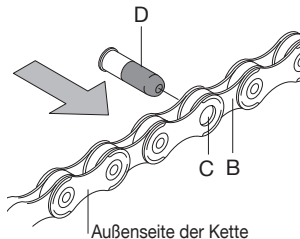
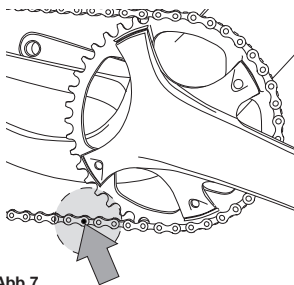

Abb.6
Abb.7
- Setzen Sie das innere Kettenglied (B - Abb. 7) in das äußere Kettenglied (C - Abb. 7) ein, führen Sie dann von der Innenseite der Kette her nach außen das Führungsteil der Verbindungshülse ULTRA-LINK **5-CN-SR700** (D - Abb. 6) in das Loch des Kettenglieds ein.
- Schieben Sie die Kette auf den kleinsten Ritzel, positionieren Sie dann die zu schließenden Glieder in dem in **Abb. 7** angegebenen Bereich.